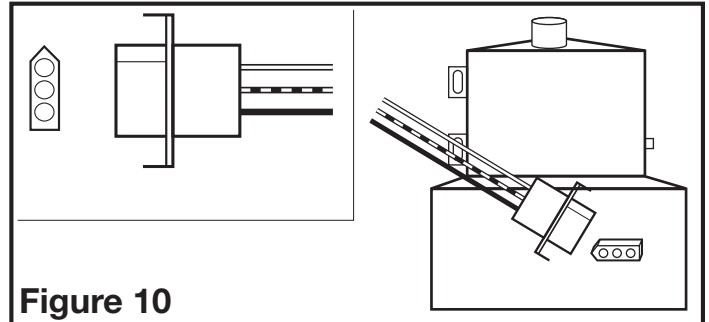

Figure 10
- Brancher le cordon à raccordement rapide dans le réceptacle. Ce cordon ne s'ajuste que d'une seule façon dans le réceptacle (Figure 10).